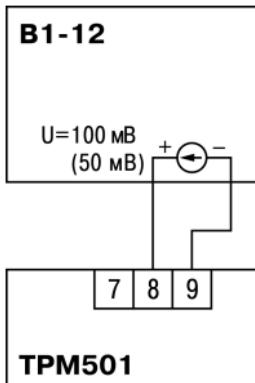

Рисунок 8.4 – Схема подключения
- Подключить ко входу (клещи 7 – 9, см. рисунок 8.4) прибора вместо датчика дифференциальный вольтметр В1-12, включенный в режиме калибратора напряжения.